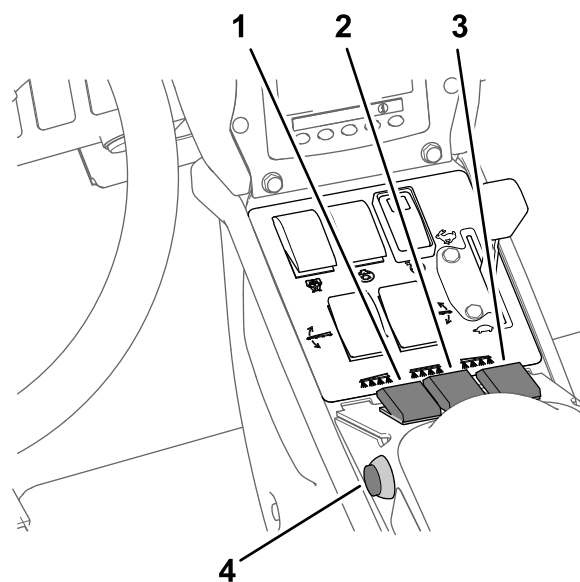

図 44
7. 個別ブームスイッチを ON にセットする 図 44。
10. 走行を開始し、所定速度に達したらマスターブームスイッチを ON にすると散布が始まる図 44。
3. マスターブームスイッチを OFF にセットする図 44 散布率モードでの散布 (ページ 34) を参照。
7. 散布したいブームのスイッチを ON 位置にする図 44 散布率モードでの散布 (ページ 34) を参照。
9. 希望速度で走行し、マスターブームスイッチを ON にすると散布が始まる図 44 散布率モードでの散布 (ページ 34) を参照。